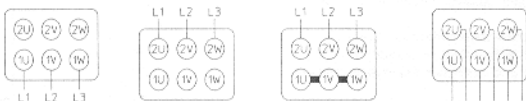

Bild 1 Bild 2 Bild 3 Bild 4
- niedrige Drehzahl / low speed -> Bild 1
**niedrige Drehzahl / low speed** -> Bild 1